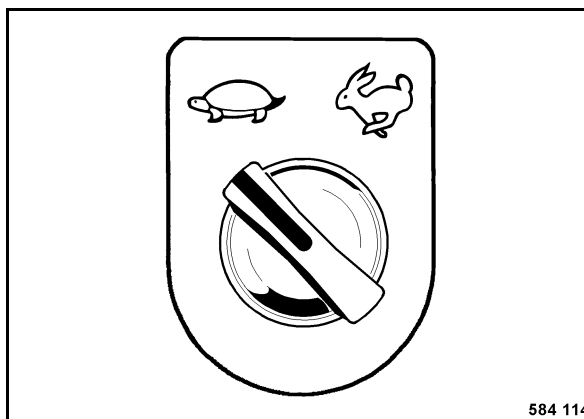

Fig. 56
- Preseleccionar el deseado radio de acción (Fig. 56).